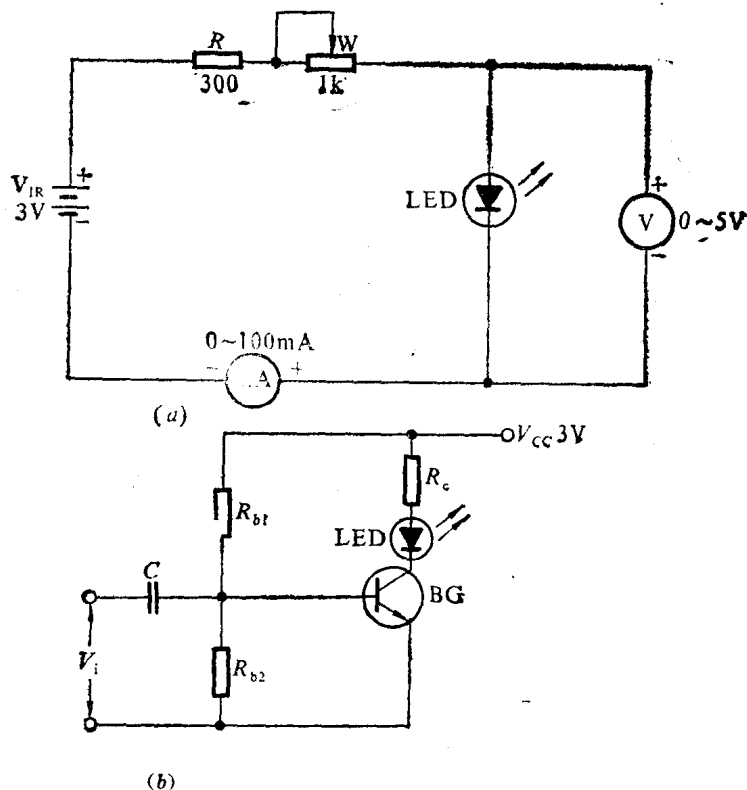

图 1.5 发光二极管实验及基本应用线路
(2) 发光二极管实验线路如图 1.5(a)所示。按图 1.5(a)安装元器件。调节 W 使发光二极管出现微亮、亮、过亮时,观察 LED 两端电压及电流。数据填入实验报告表 1.7 中。